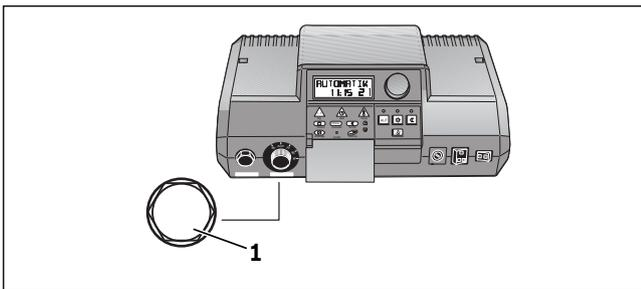

Bild 4 Hutmutter abziehen
- ▶ Zur Entriegelung des Sicherheitstemperaturbegrenzers muss die Hutmutter am STB abgedreht und der darunter liegende Entstörknopf gedrückt werden (→ Bild 4).